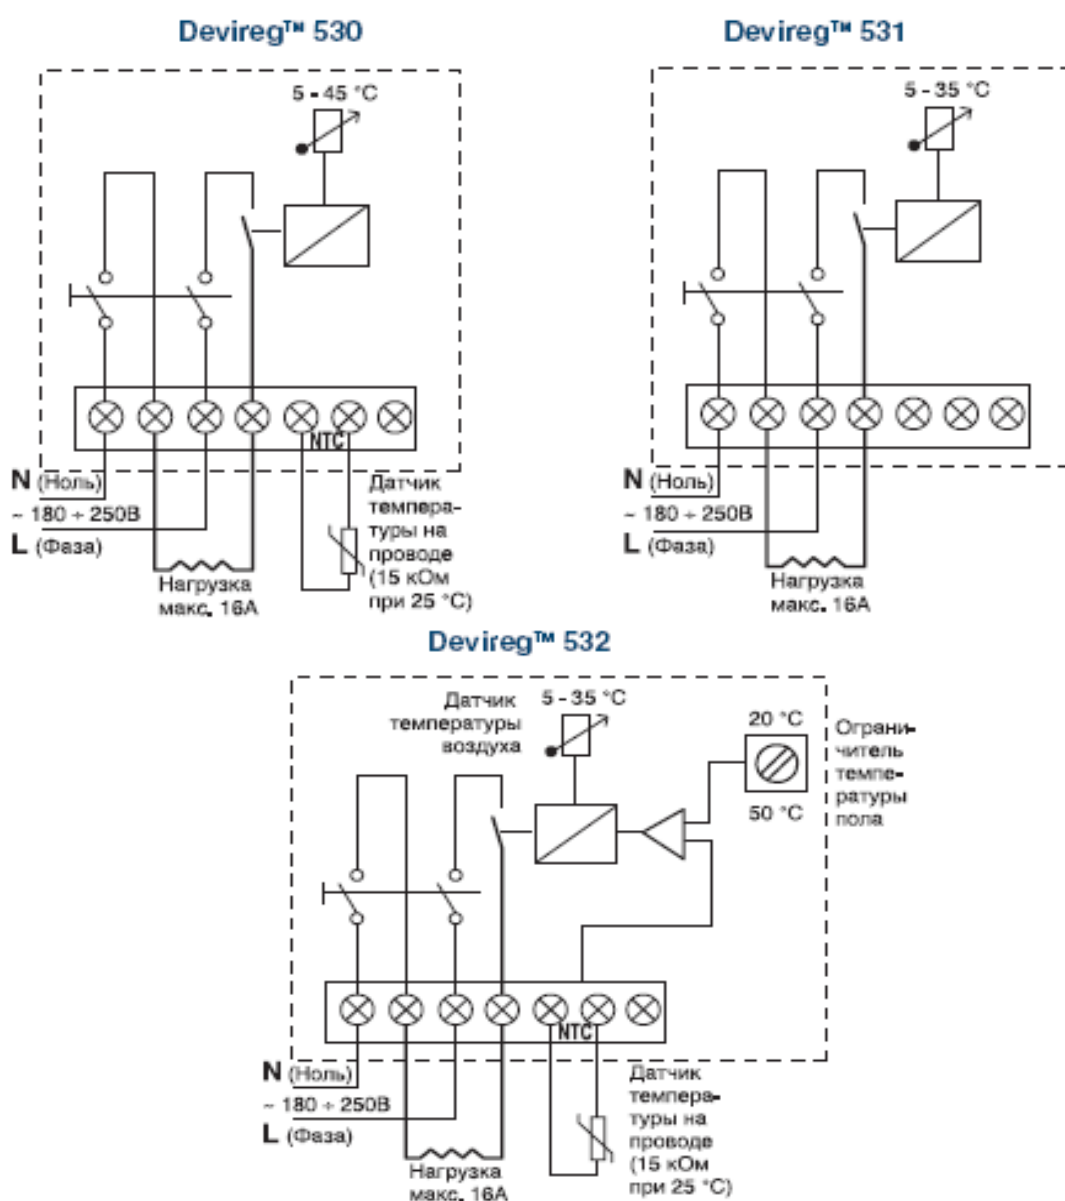

Рис. 4. Монтажные электрические схемы.
4. Подключение терморегулятора производится согласно монтажной электрической схеме (рис. 4). При подключении к регулятору питающего сетевого кабеля следует соблюдать фазировку. Терморегуляторы не имеют специального контакта для подключения «земли». Вывод экранирующей оплетки нагревательного кабеля должен соединяться с проводом «земля» питающей сети с помощью дополнительного контакта внутри монтажной коробки.